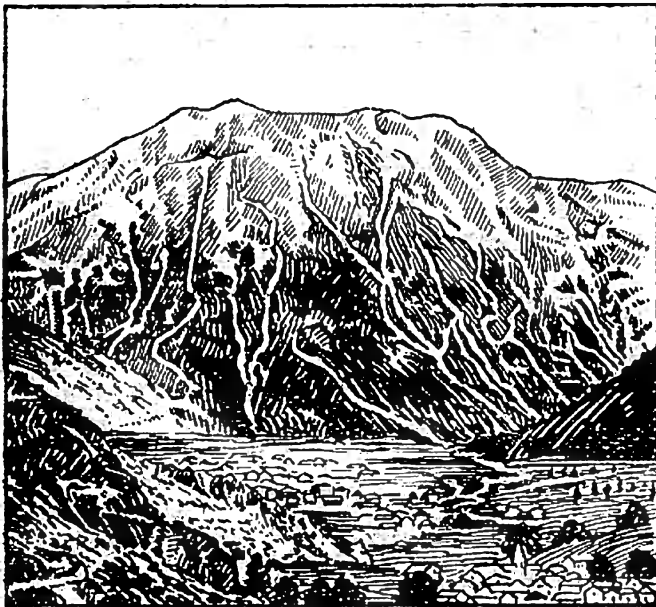

Fig. 2. — L'eau de ruissellement.
**5. Ce que devient l'eau de pluie.** — a) **L'eau qui ruisselle.** — Pendant la pluie et aussitôt après, nous voyons de l'eau qui ruisselle sur les terrains en pente, qui s'écoule par les caniveaux des rues et les fossés des routes et va grossir les ruisseaux et les rivières : c'est *l'eau de ruissellement* (fig. 2).